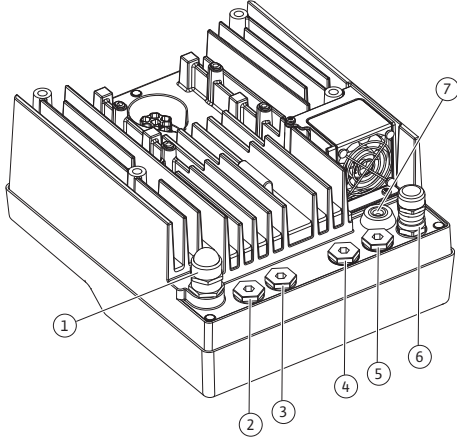

Fig. 18: Kablo rakorları/kablo girişleri
4. Bağlantı kablosunu kablo rakoru M25 (Fig. 18, poz. 1) üzerinden geçirin. Kablo rakorunu öngörülen tork ile sıkın.